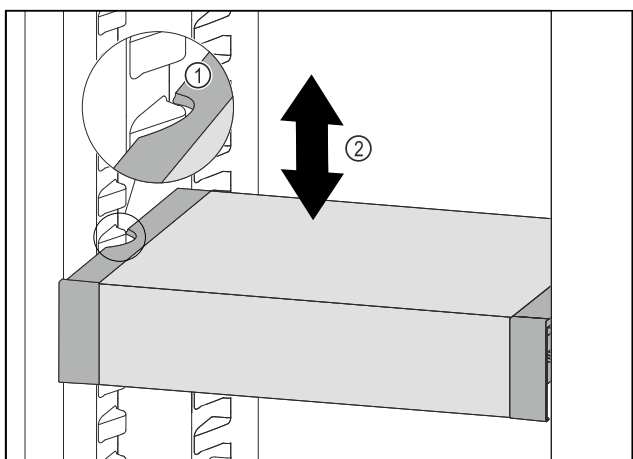

Fig. 67
- ▶ VarioSafe w chłodziarce przesunąć w górę lub w dół, aż zostanie osiągnięta żądana wysokość. Fig. 67 (2)